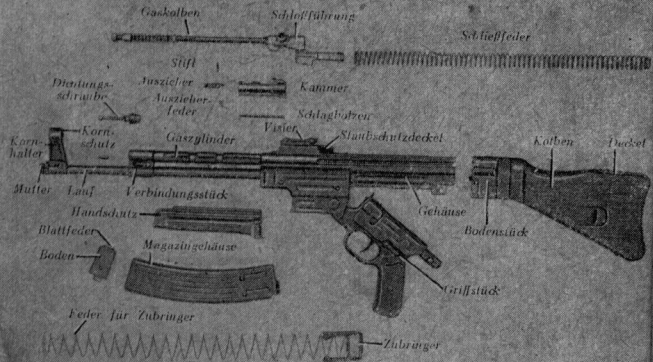

Bild 2: StG 44 und Magazin, zum Reinigen auseinandergenommen
16. Auseinandernehmen und Zusammensetzen (Bild 2)